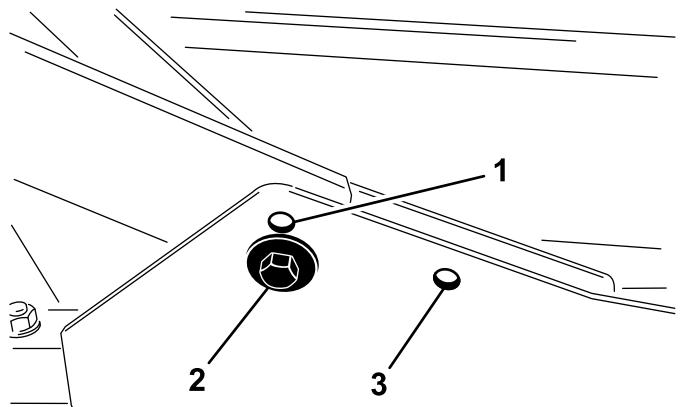

Figure 16
1. Pour les hauteurs de coupe entre 2 et 7,6 cm, montez les bâts porteurs avant dans les trous inférieurs avant (Figure 16).
2. Pour les hauteurs de coupe entre 6,3 et 10 cm, montez les bâts porteurs avant dans les trous supérieurs avant (Figure 16).
Quelle que soit la hauteur de coupe, le plateau de coupe arrière doit être monté dans les trous de montage arrière (Figure 16).